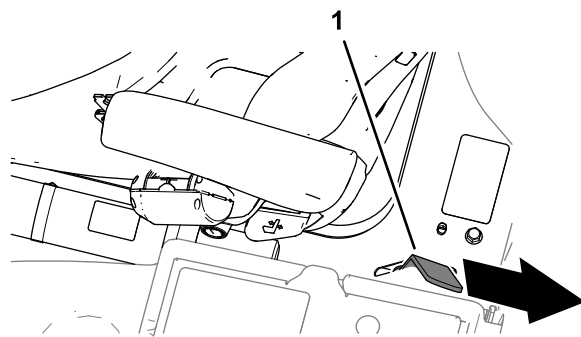

Рисунок 52
3. Полностью опустите платформу и переместите ручку защелки платформы в направлении задней части машины так, чтобы крюки защелки полностью вошли в зацепление со стопорной штангой (Рисунок 52).